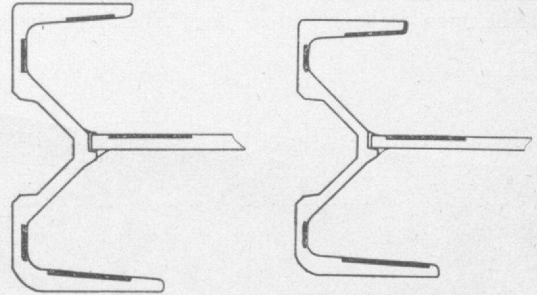

Abb. 1 Panzerrinnen mit gehärteten Enden
1. Die Einführung von Panzerrinnen mit gehärteten Sigma-Profilen und Bodenbleche (siehe Bild 1).